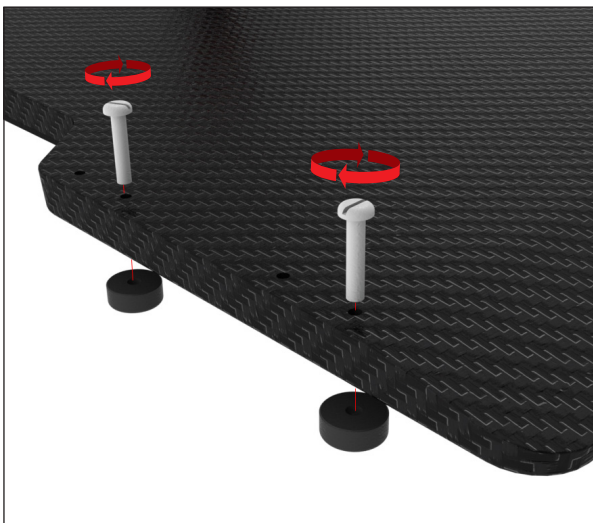

Рис. 18
2. Встановіть 2 позиційні шайби, що залишилися, на протилежній стороні, як перші дві шайби, у відповідні отвори за допомогою гвинтів розміром 1/4-20 x 1 1/4 дюйма (по 1 на кожну шайбу) (рис. 18).